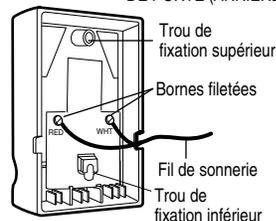

Figure 4 RETIRER LE COUVERCLE
2. Retirer le couvercle en soulevant doucement la fente dans la partie supérieure du couvercle à l'aide d'un petit tournevis à tête plate (Figure 4). Fixer à l'aide de vis autotaraudeuses 6AB x 1-1/4 po (installation standard) ou de vis à métaux 6-32 x 1 po (dans la boîte simple) comme suit :